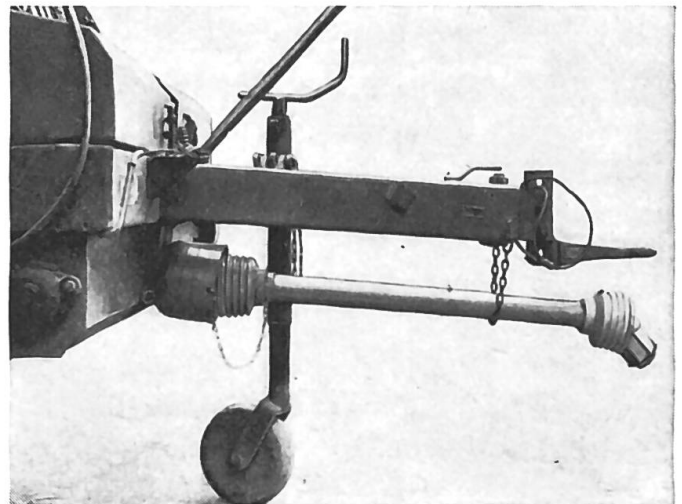
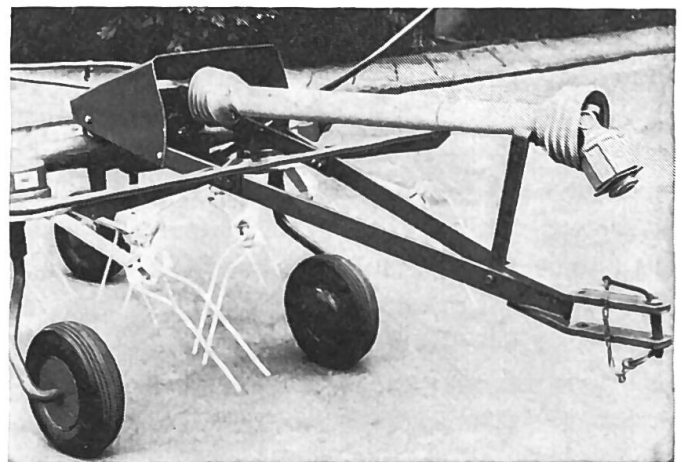

Fig. 5a
Fig. 5b
- **Pour soutenir l'arbre à cardans** lors de déplacements ou de l'entreposage d'une machine de travail, il convient d'utiliser soit **une chaîne solide** (Voir la Figure 5a), soit **un support en forme d'étrier renversé** (Voir la Figure 5b).